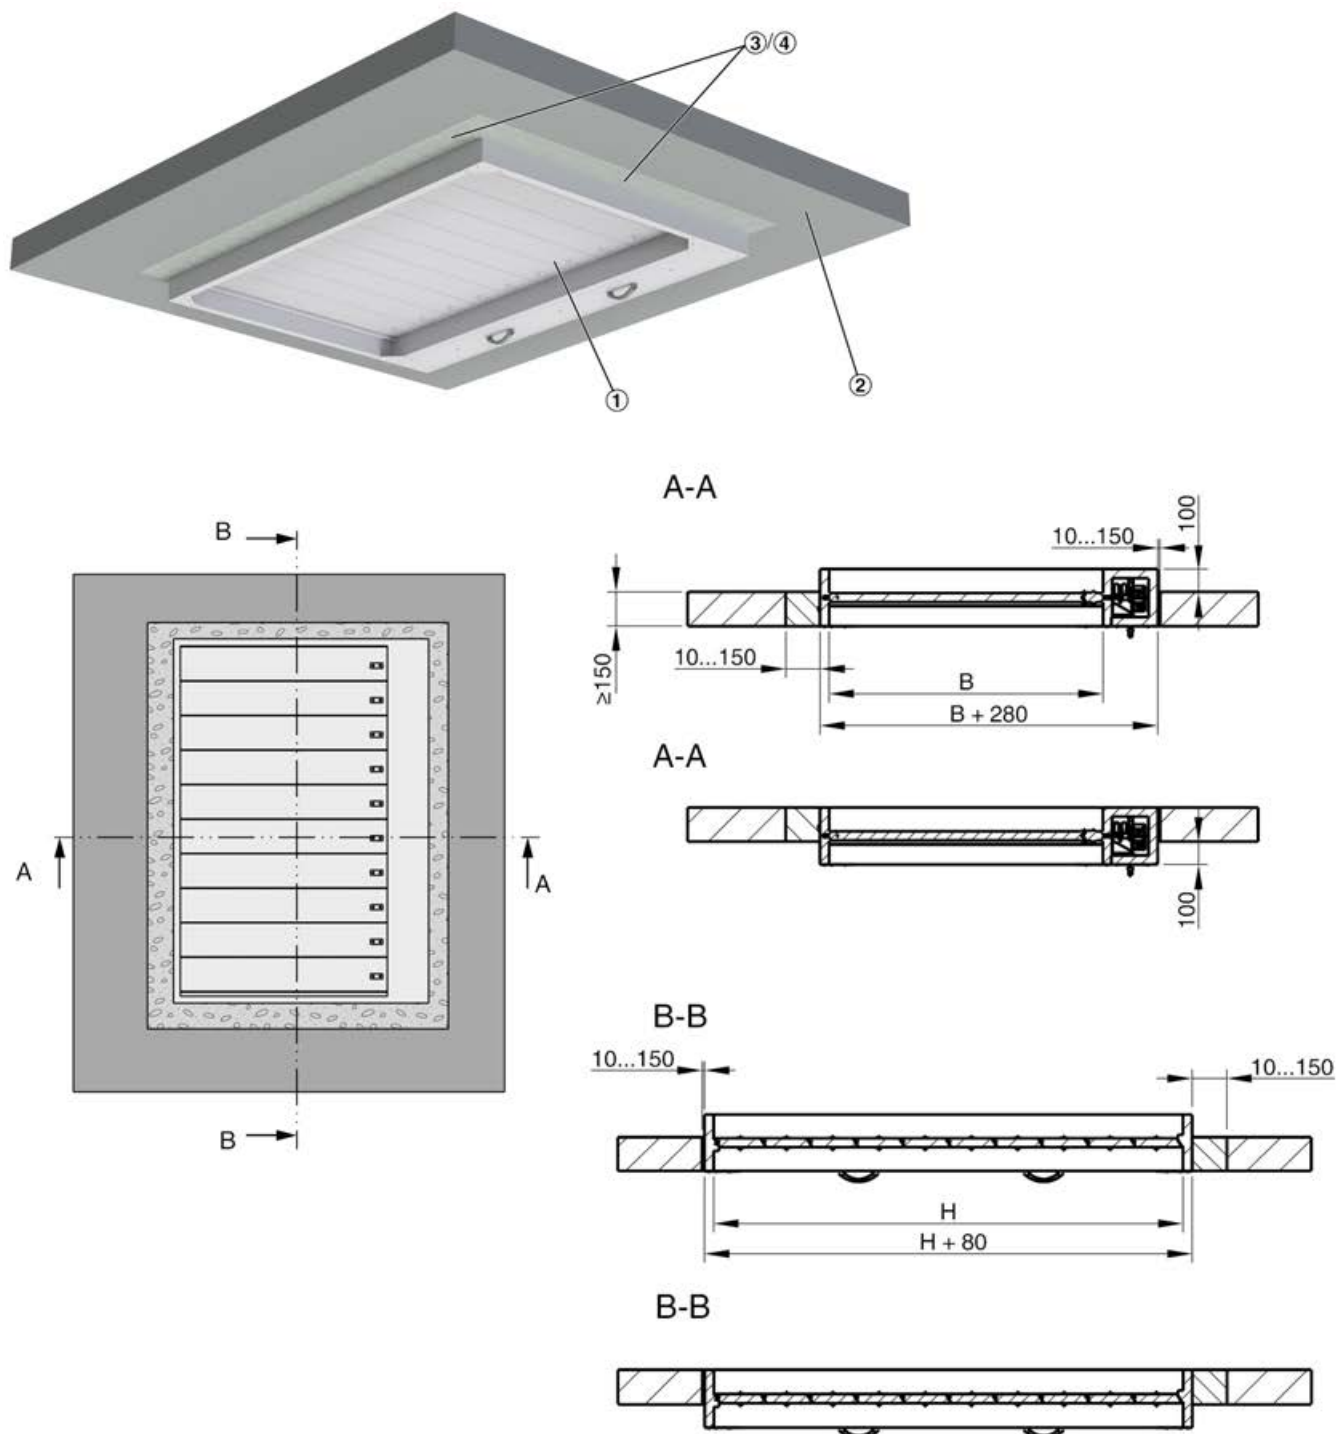

Fig. 28: Instalación con mortero en forjado
- ▶ Crear la abertura para instalación en el forjado, dimensiones Fig. 28 .